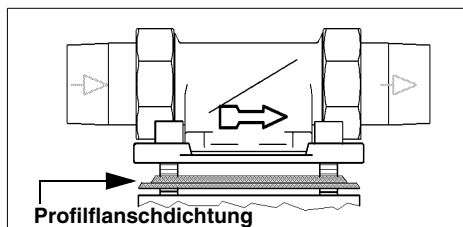

Abb. 4: Einbaudrehflansch
Der Einbaudrehflansch muss in Fließrichtung installiert werden. Diese ist durch einen eingegossenen Pfeil gekennzeichnet (siehe Abb. 4).
- Prüfen, ob das Profil der Profilflanschdichtung zum Einbaudrehflansch zeigt (siehe Abb. 4).